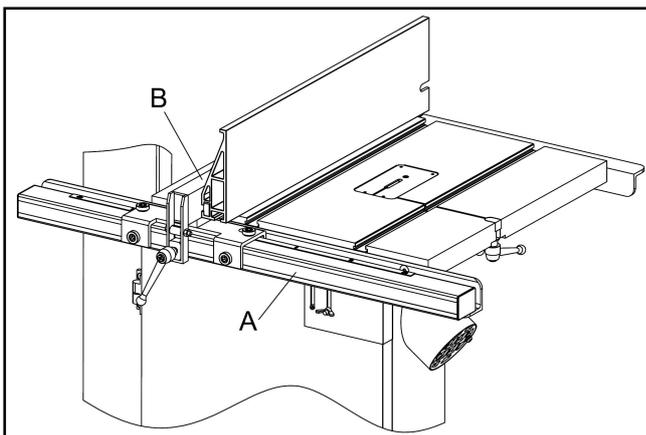

Abb. 6
5.4 Schnittanschlag (Abbildung 6.)